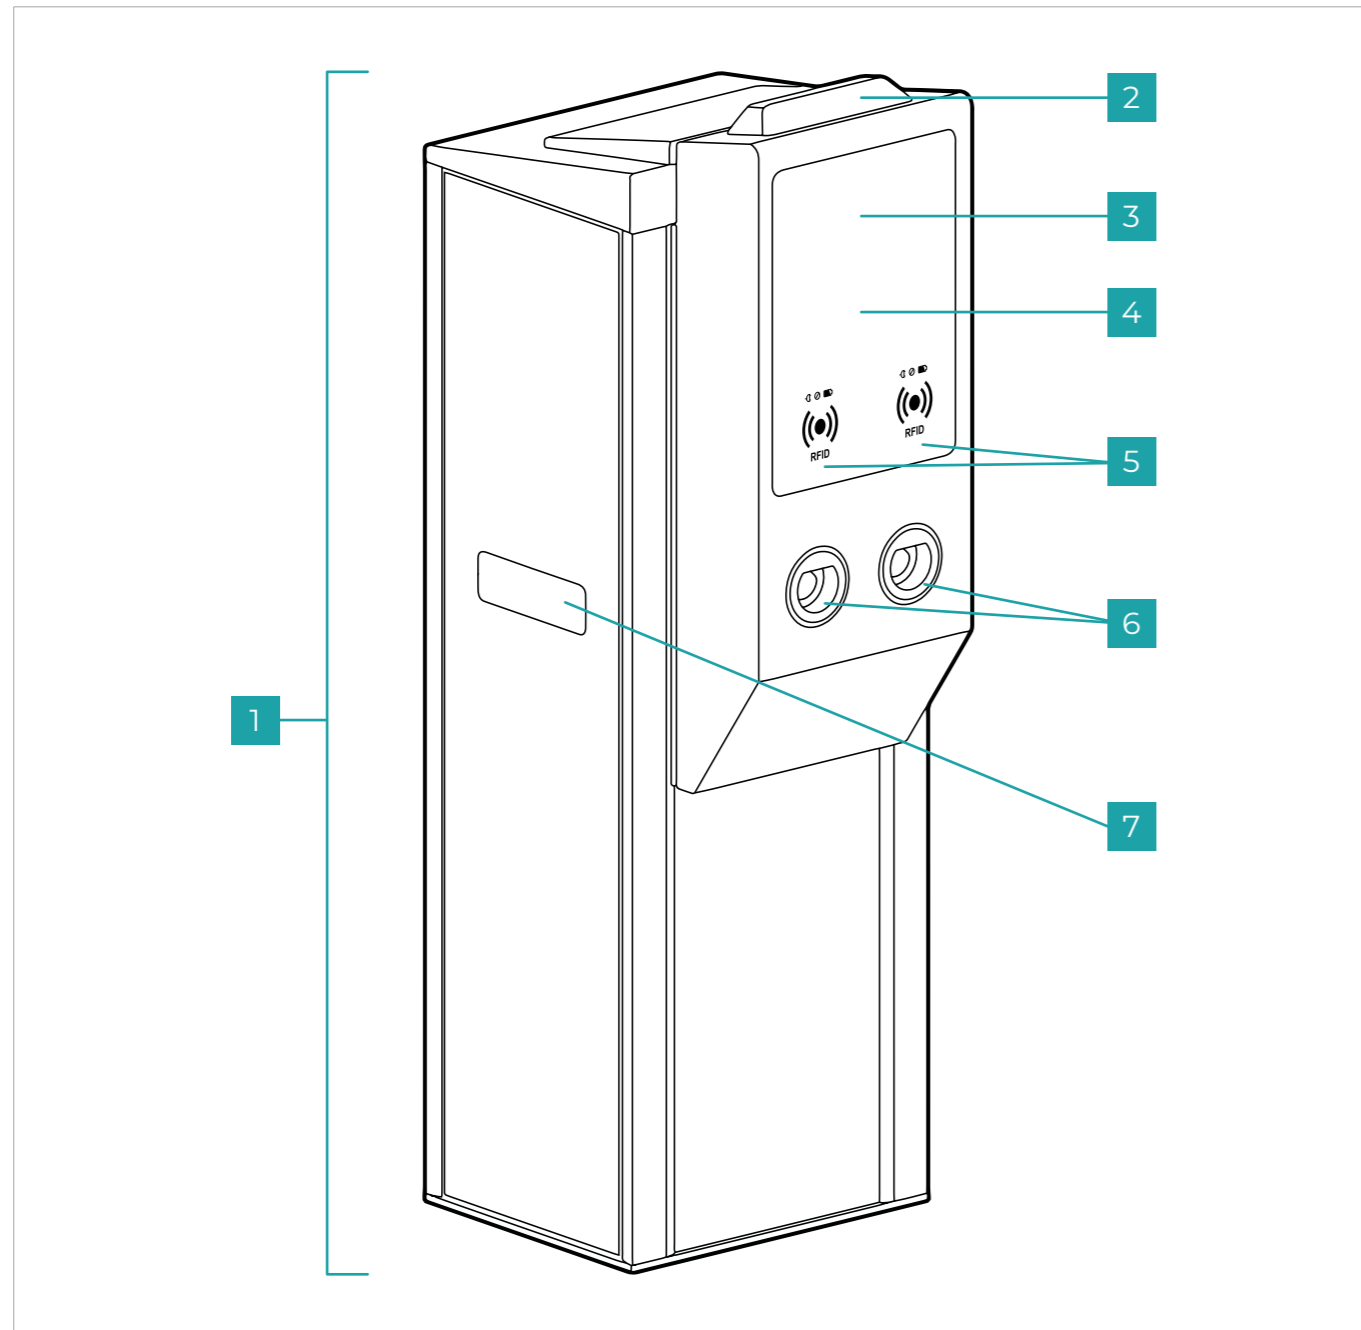

Abb. 1
1. Gehäuse (Abb. 1/1)
8. Ladesteckdose (Abb. 1/6)
Das Frontdisplay (Abb. 1/4) zeigt den Betriebszustand des Ladesystems an und dient zur Benutzerführung. Ausführliche Hinweise zu den Betriebszuständen finden Sie in der Betriebsanleitung im Bereich „Betriebszustände“.
Die **Abb. 1** zeigt den Lieferumfang: